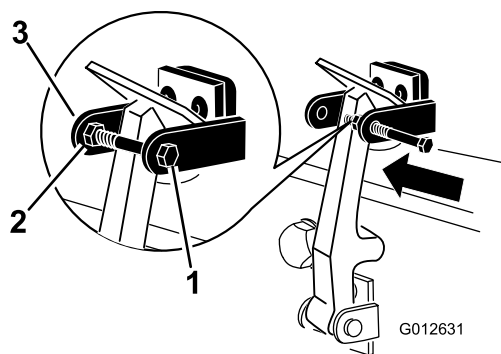

Figura 9
8. Instale o parafuso no outro braço do suporte do trinco do capot para prender o trinco na posição (Figura 9). Aperte o parafuso firmemente, mas não aperte a porca.